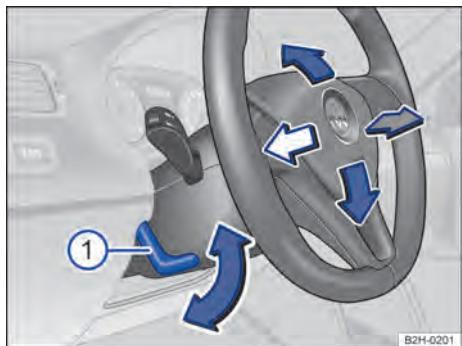

Fig. 54 Ajustar a posição do volante mecanicamente.
- Pressionar a alavanca → Fig. 54 ① para baixo.
- Depois do ajuste, pressionar a alavanca → Fig. 54 ① sempre firmemente para cima, pa-